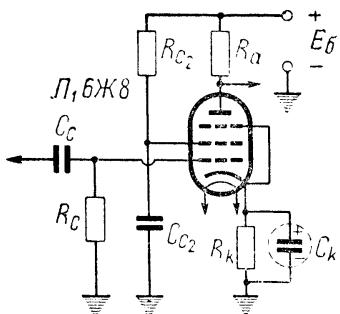

Рис. 10
3. Определить величины R_k и R_{c_2} усилителя напряжения на пентоде 6ЖК8, схема которого показана на рис. 10, если известно: